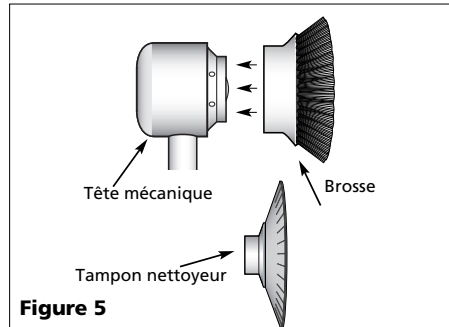

Figure 5
3. Pour utiliser le tampon nettoyeur ou la brosse d'usage général (figure 5), appuyez fermement l'accessoire sur la tête mécanique.